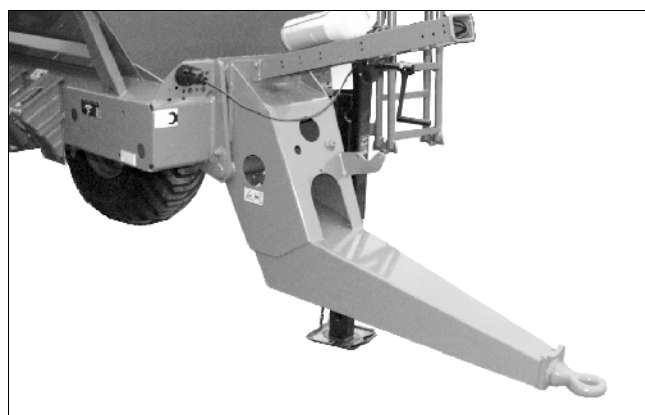

Fig. 7
- d'un timon pour crochet d'attelage (Fig. 7),